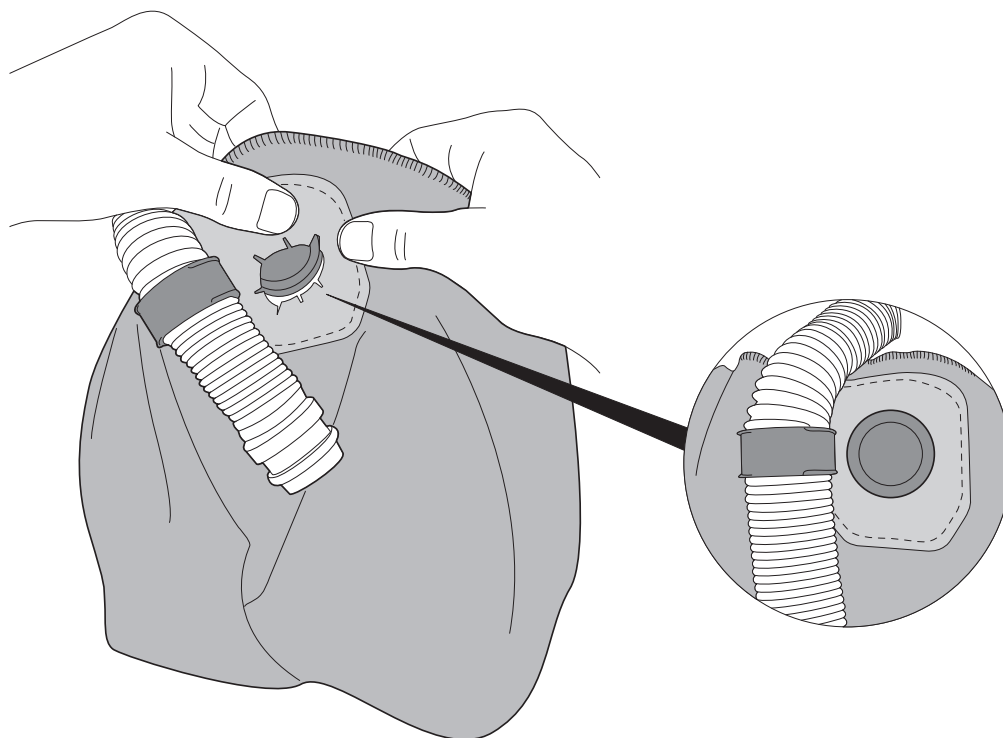

Fig. 29e
- d. Empuja la perilla de trinquete de la suspensión del cabezal a través del orificio redondo en la parte posterior del protector (Fig. 29e).